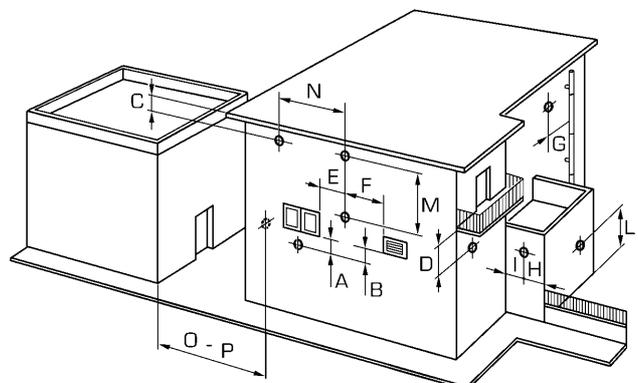

Fig. 11
2.10 POSIZIONAMENTO TERMINALI DI SCARICO (fig. 11)
A titolo indicativo e non vincolante, riportiamo nella **Tabella 3** le distanze minime da rispettare facendo riferimento alla tipologia di un edificio indicato in fig. 11.